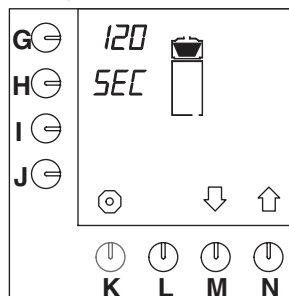

Fig. 47 Droptid
- Tryck på valtangenten (N.)↑ tills fig. 47 visas på displayen.